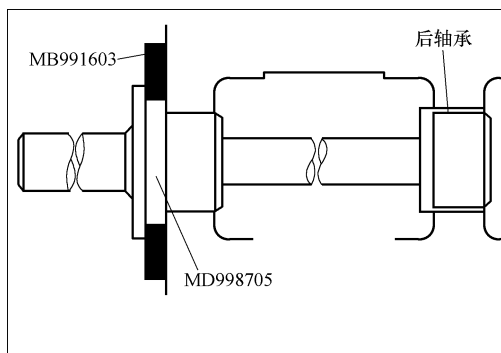

图 2-95 安装后轴承
② 在后轴承的外周和气缸体的轴承孔内涂抹机油。
③ 如图 2-95 所示，用专用工具安装后轴承。装配时注意：左后轴承无油孔。